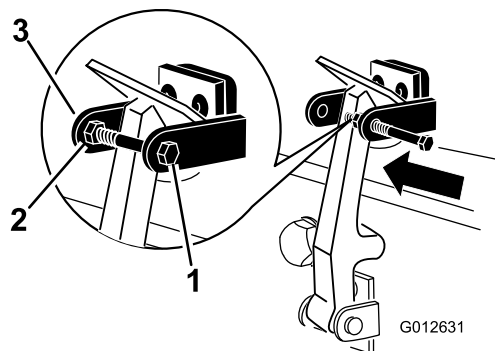

図6
7. フードラッチブラケットのもう一つのアームにボルトを差し込んでラッチをロックする 図6。ボルトをしっかり締め付けるが、ナットは締め付けない。